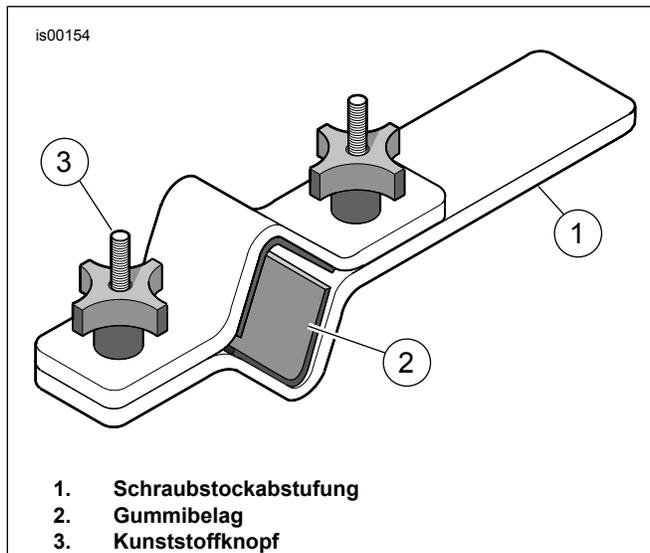

Abbildung 6. Tauchrohrhalter (HD-41177)
1. Siehe Abbildung 6. Die Gabel wie folgt im Tauchrohrhalter (HD-41177) anbringen:
- a. Das Ende des Werkzeugs (1) horizontal in den Schraubstock einspannen.